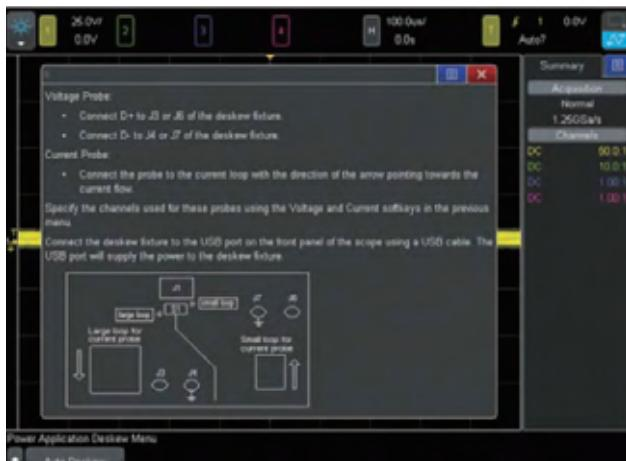

图6: 偏移校正连接图。
6. 如图 6 连接图所示，设置偏移校正夹具上的 S1 开关为“小环路”设置。